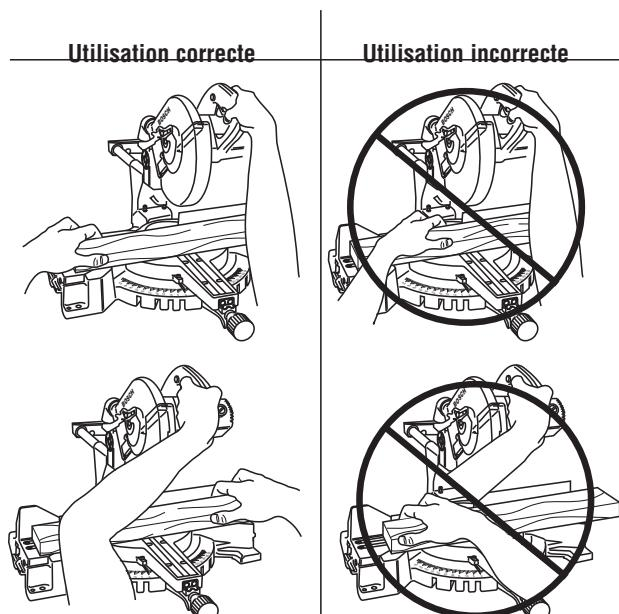

Figure 18. Positions des mains
Positionnez votre corps et vos mains adéquatement pour rendre la coupe plus facile et plus sûre. Observez les instructions suivantes (Figure 18).
- Tenez fermement l'ouvrage (en dehors de la zone interdite aux mains) contre le guide pour empêcher tout mouvement (Fig. 18).